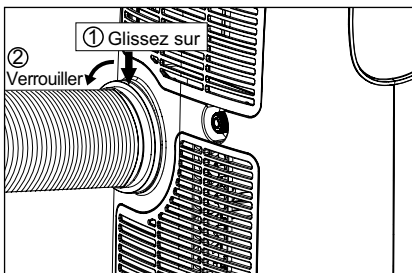

Fig. 4
3. Installez le connecteur B sur l'appareil (Fig.4).